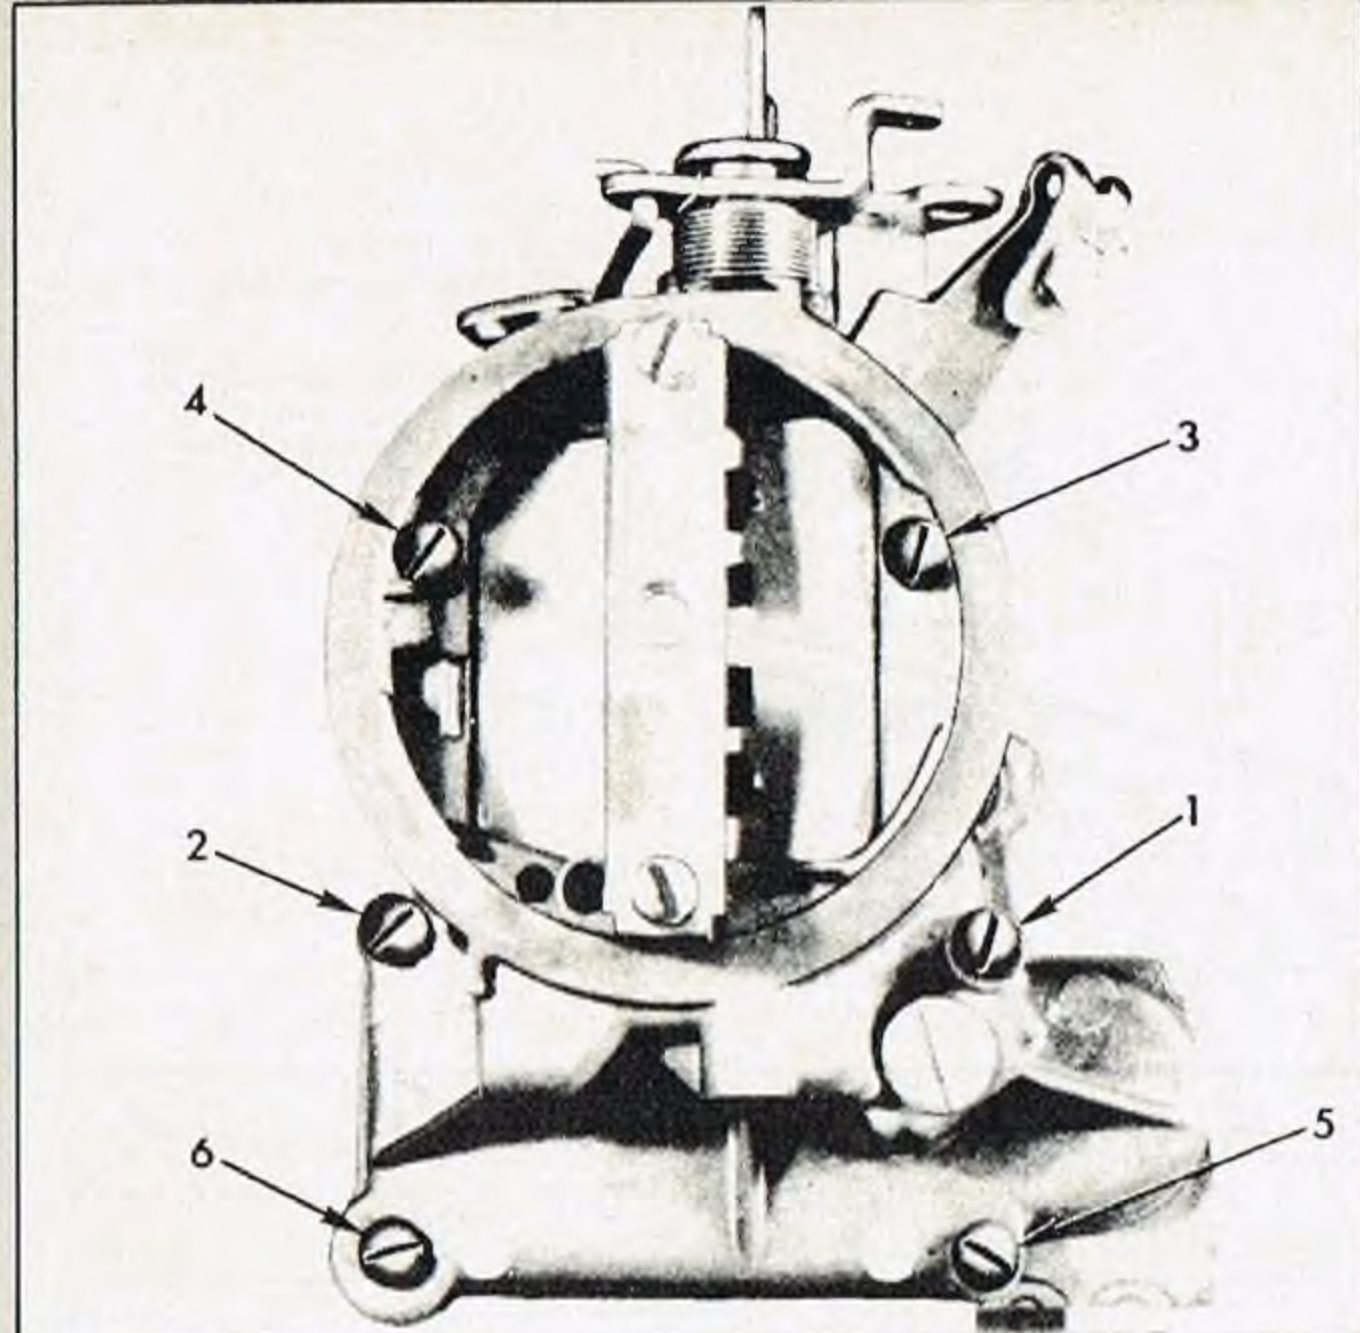

Fig. 6R—Secuencia de Tensión de Tornillo—Cuerno de Aire
5) Instale el cuerno de aire en el tazón del flotador bajándolo suavemente dentro del tazón hasta quedar asentado. Instale los 3 tornillos largos y los 3 tornillos cortos para la fijación del cuerno de aire al tazón del flotador. Apriete los tornillos apretadamente, en el orden correcto (Fig. 6R).